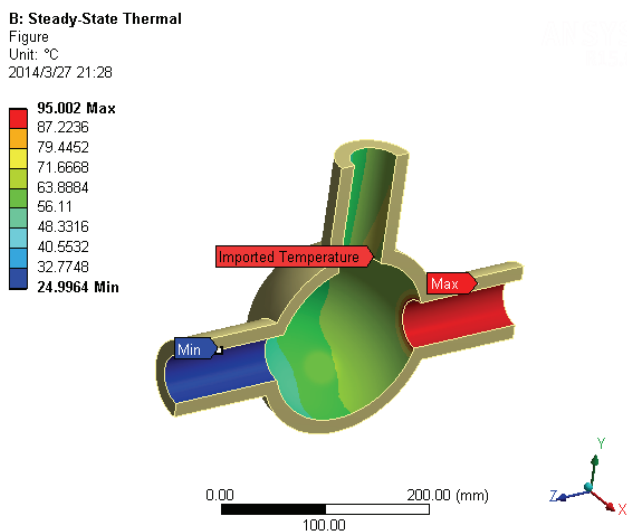

图 24-30 导入的温度载荷
3) 选择内壁的 4 个面, 并在 Imported Temperature 细节窗口中的 Geometry 中单击 Apply 按钮, 导入的温度载荷如图 24-30 所示。